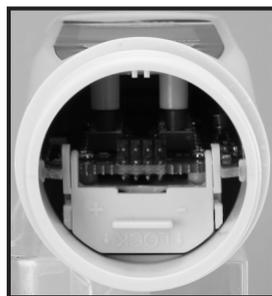

Fig. 1
- Rimuovere il coperchio protettivo (12) e il tappo umidificante (11). Ruotare il tappo umidificante in senso antiorario.
- Ruotare il dado per raccordi (9) in senso antiorario al fine di rimuoverlo. Estrarre l'elettrodo di misura (10) con cautela per aprire l'apparecchio. Il vano batterie (8) è ora visibile (vedere Fig. 1).
- Inserire l'elettrodo di misura in modo da far coincidere la tacca con la guida (vedere Fig. 1 e 2, in alto).